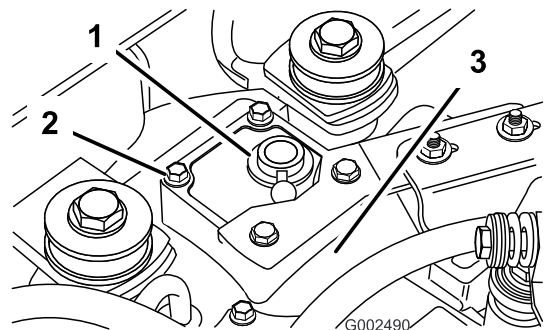

Figure 5
1. Retirez les quatre boulons de fixation du couvercle en haut du carter de la boîte-pont (Figure 5). Déposez le support du silencieux.